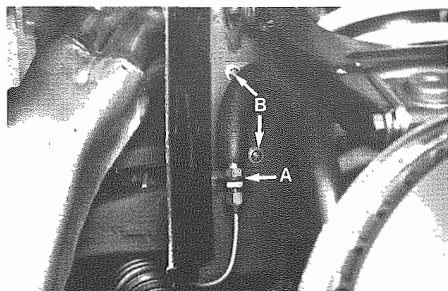

Fig. 1 - A - Raccordo tubo flessibile olio freni
- Staccare il tubo flessibile olio freni (**Fig. 1**); chiudere i raccordi con cappucci parapolvere.
- Smontare la protezione flessibile olio freni (**Fig. 1**).
- Disconnect brake oil pipe (**Fig. 1**); close pipe fittings using dust covers.
- Remove brake oil pipe (**Fig. 1**).